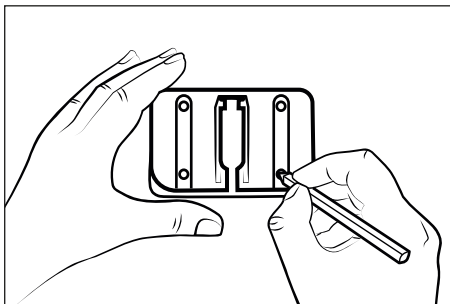

Fig. 5
- 3) Utilize o suporte de parede **18** para marcar os quatro furos na parede (ver fig. 5).